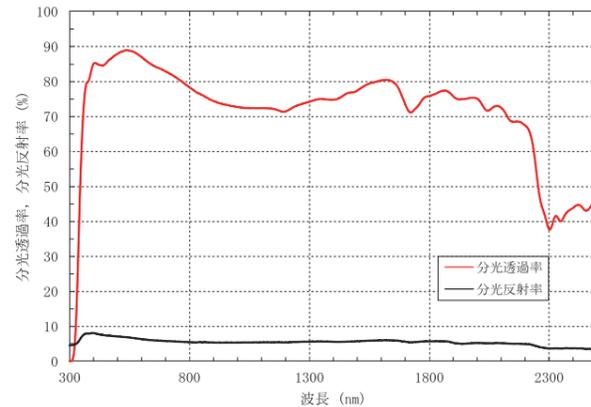

図1 分光透過率及び分光反射率測定結果 (試験片番号：1, 塗膜面：屋内側)
■ 試験結果 光学性能・熱性能試験結果を表4～表8に、分光透過率及び分光反射率の測定結果を図1～図5に示す。